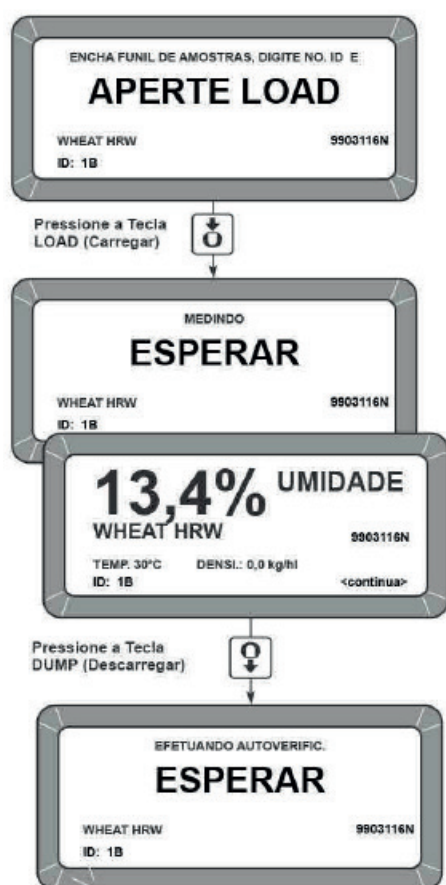

Figura 13. Ciclo básico de determinação de umidade
Após o término de toda a auto checagem de calibração do grão selecionado (aproximadamente 10 segundos), a mensagem ENCHA FUNIL AMOSTRAS, DIGITE NO.ID, E APERTE LOAD (CARREGAR). (Ver figura 13) surge no mostrador.
4. Aguarde mais ou menos 15 segundos para que o teste se complete. (Ver figura 13)
5. Observe os resultados dos testes no mostrador (Ver figura 13)
Sempre que a tela APERTE CARREGAR aparecer, (Ver figura 13), tecele 1, 2 ou 3 e o grão que estiver junto à identificação será mudado de acordo com a nova escolha. O ciclo estará então pronto para iniciar bastando somente teclar CARREGAR.